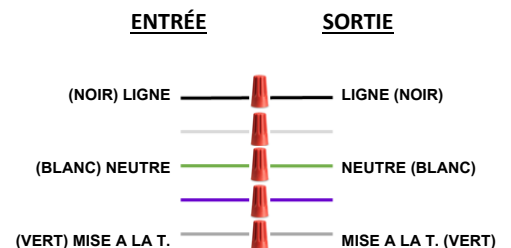

Fig. 3
10. Épissez les fils sur le terrain aux fils du luminaire dans le poteau (entrée et mise à la terre) et attachez-les avec une bride de retenue sur le plateau de soutien. (Voir Fig. 3)